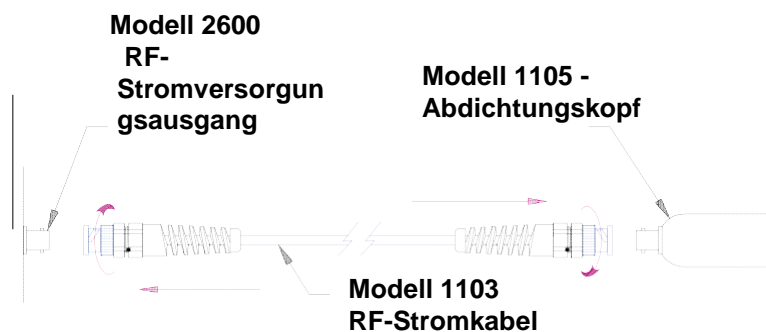

Abbildung 3-5, Befestigung des RF-Stromkabels
8. Verbinden Sie ein Ende des RF-Stromkabels mit der Stromquelle und das andere Ende mit dem Abdichtungskopf. Schließen Sie das Kabel an, indem Sie die Stecker zusammen drücken und im Uhrzeigersinn drehen, bis sie verriegelt sind (siehe Abbildung 3-5, Anhang des RF-Stromkabels).